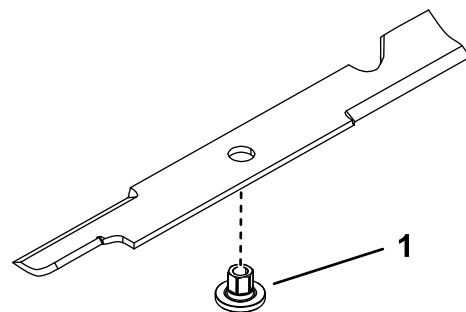

図 85
1. ブレードにブッシュを取り付けるブッシュのフランジが下地面側になるように取り付ける 図 85。